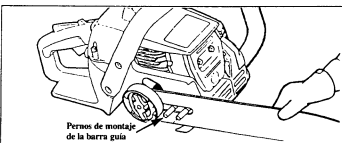

Figura 11
- Montar la barra guía con el extremo ranurado encima de los pernos de montaje de la barra guía. Figura 11.